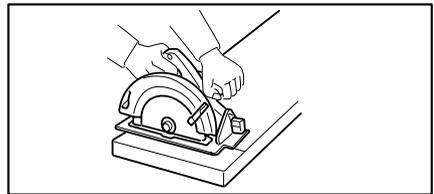
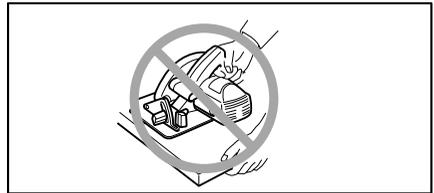

图 1
图 2
15. 将工具底座较宽的一部分放置在工件有稳定支撑的一侧，而不要放在将要锯下来的一侧。例如，图 1 所示为锯切板材端部的正确方法，图 2 所示为错误方式。如果工件太短或太小，则将其夹紧。切勿用手抓住短木料！（图 2）